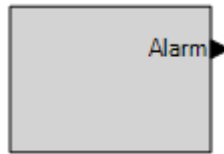

**Figura 41-4. Ubicación del puente habilitado/inhabilitado del monitor del circuito de disparo**
2. Ubique el bloque de terminales del puente que está montado sobre el lado izquierdo de la placa de circuitos. El bloque de terminales tiene cuatro grapas. Con el puente como se instaló en la fábrica, el puente debe estar conectado a través de las grapas 1 y 2 (lado izquierdo) cuando se lo observa desde la parte posterior de la unidad. Esta configuración del puente habilita el monitor del circuito de disparo. La Figura 41-4 ilustra la ubicación del bloque de terminales del puente así como la posición del puente conectado.